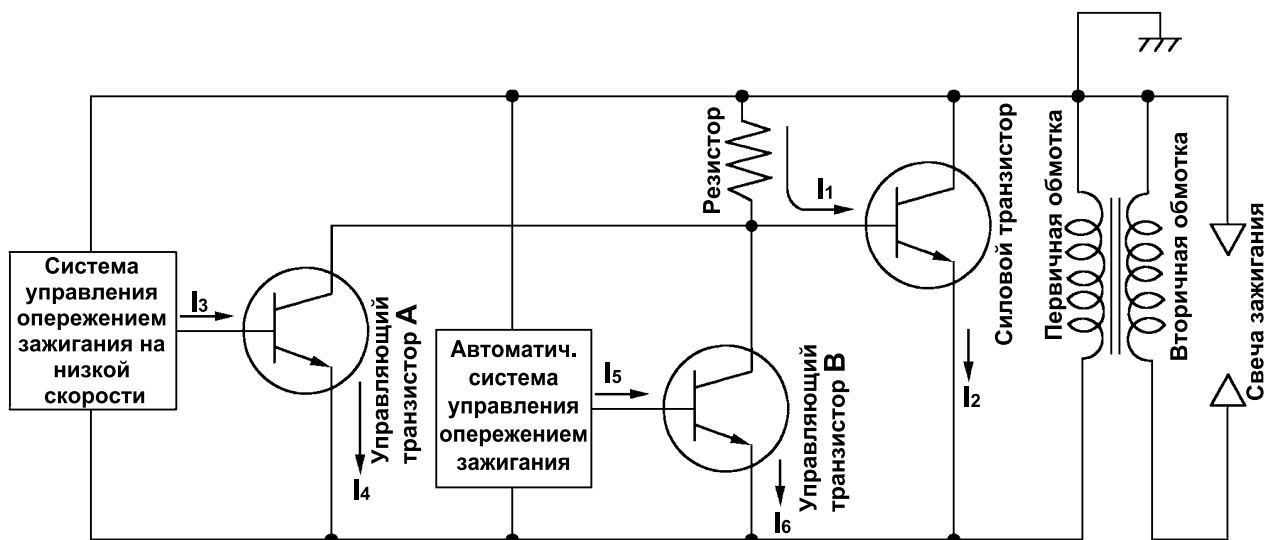

Рис. 6-1
- (1) Вращение маховика генерирует электрический ток в первичной обмотке катушки зажигания и ток базы  $I_1$  подается на силовой транзистор. Ток  $I_1$  «ОТПИРАЕТ» силовой транзистор и возникает электрический ток  $I_2$ .
- (2) При низкой частоте вращения двигателя, когда маховик достигает точки, соответствующей распределению зажигания на низкой скорости, срабатывает контур управления, подающий базовый ток  $I_3$ , «отпирающий» управляющий транзистор А, пропускающий ток  $I_1$  по байпасу в виде тока  $I_4$ . В этот момент силовой транзистор «запирается» и ток  $I_2$  резко прерывается, генерируя во вторичной обмотке катушки зажигания высокое напряжение, создающее искру в свече зажигания.
- (3) При высокой частоте вращения двигателя срабатывает система опережения зажигания, подающая в момент зажигания базовый ток  $I_5$ , «отпирающий» управляющий транзистор В, пропускающий ток  $I_1$  по байпасу в виде тока  $I_6$ . В этот момент силовой транзистор «запирается» и ток  $I_2$  резко прерывается, генерируя во вторичной обмотке катушки зажигания высокое напряжение, создающее искру в свече зажигания.
- Синхронизация автоматической системы опережения зажигания сдвигается в соответствии с повышением частоты вращения двигателя в направлении опережения, как показано на рис. 6-1 (b).